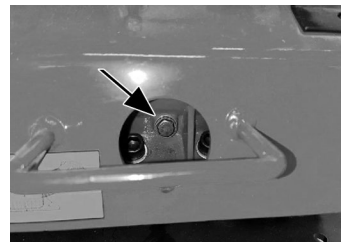

Fig. 12
2. Retirez le boulon de vidange d'huile de l'ensemble de boîtier du vibreur (fig. 12).